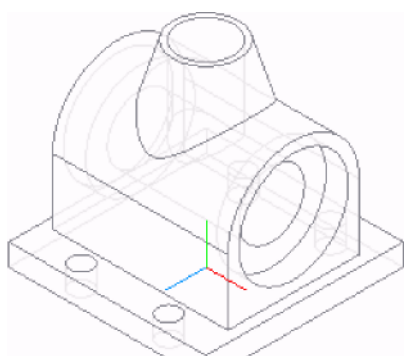
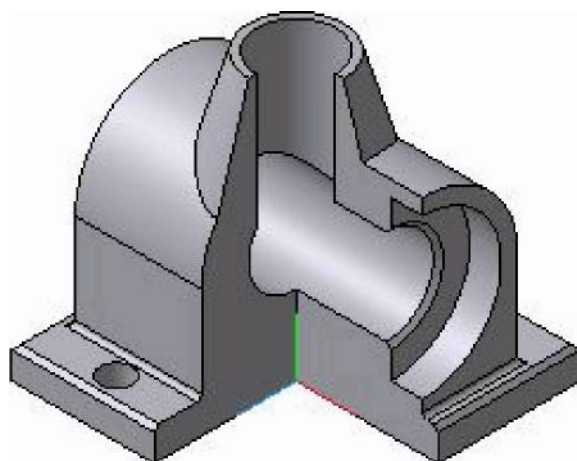

Рис. 7.32
Рис. 7.33
13. Для створення симетричного поглиблення скористаємося інструментом  Дзеркальний масив. У якості вхідних параметрів операції послідовно вказуємо в Дереві побудов останню операцію видавлювання і координатну площину YZ (рис. 7.32).
16. Виріз чверті моделі створюємо за допомогою команди  Перетин по ескизу. Результат роботи представлений на рис. 7.33. Спосіб відображення – напівтоновий з каркасом. Рис. 7.32